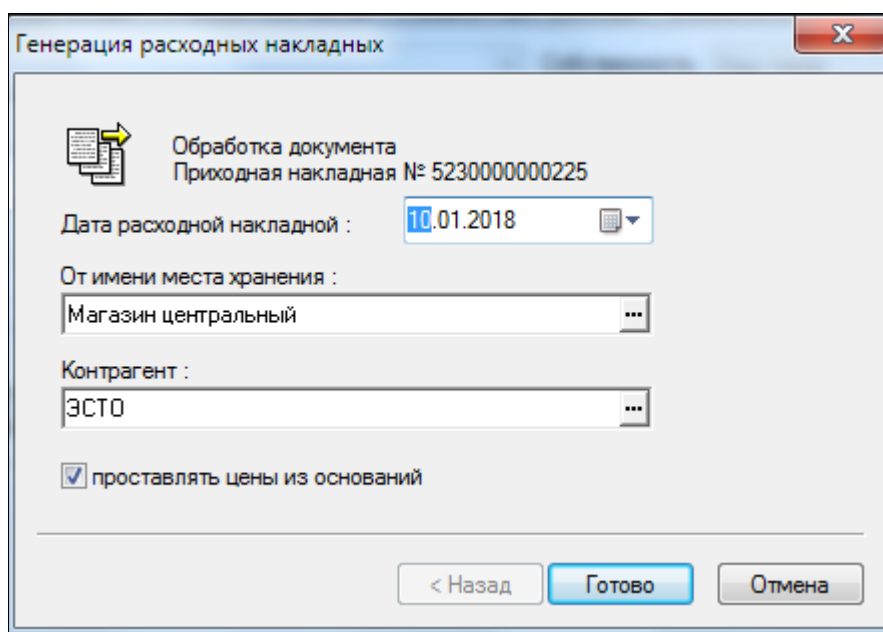

Рисунок 73 – Генерация расходных накладных
1. В окне **Генерация расходных накладных**, при необходимости отредактировать дату и место хранения, заданные по умолчанию (Рисунок 73).